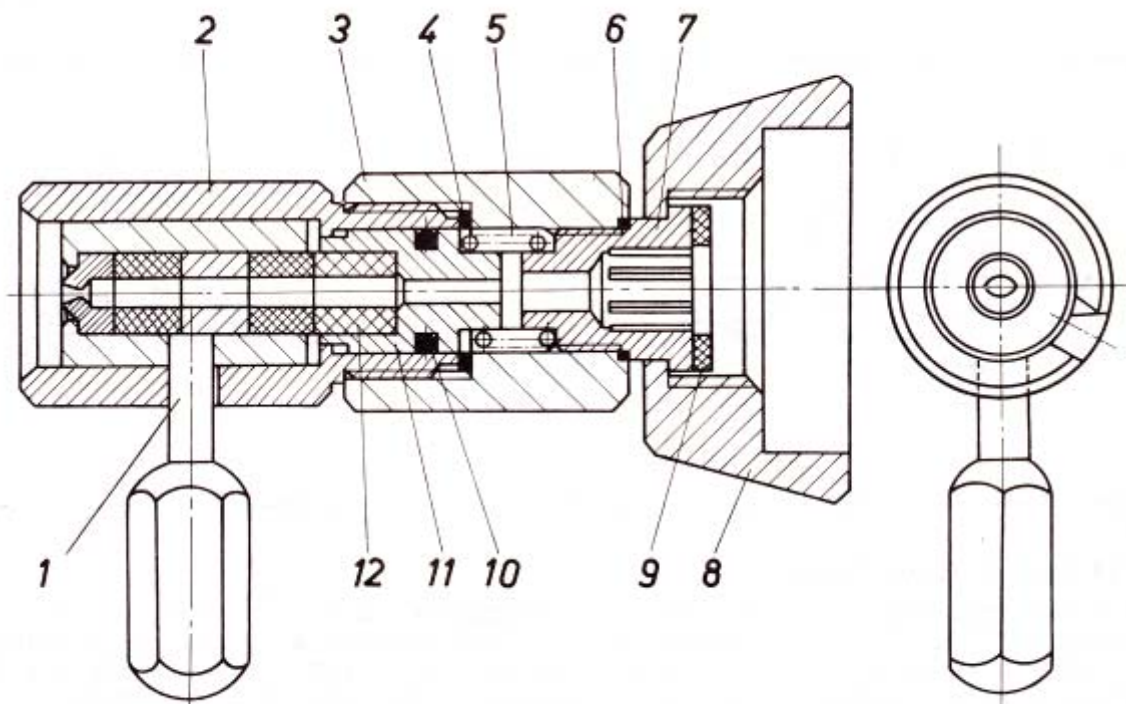

Рис. 17. Приспособление для быстрой смены сопел Квик—Чейндж (0.999.909) с быстро-заменяемым соплом (0.999.301)
5.11. Приспособление для быстрой смены сопел Квик — Чейндж (рис. 17.). Предназначено для крепления быстрозаменяемых сопел, которые устанавливаются в его оправу, снабженную фасонной прорезью. В оправе и переходнике размещена втулка уплотнения с пружиной, пластмассовым и резиновым уплотнениями.